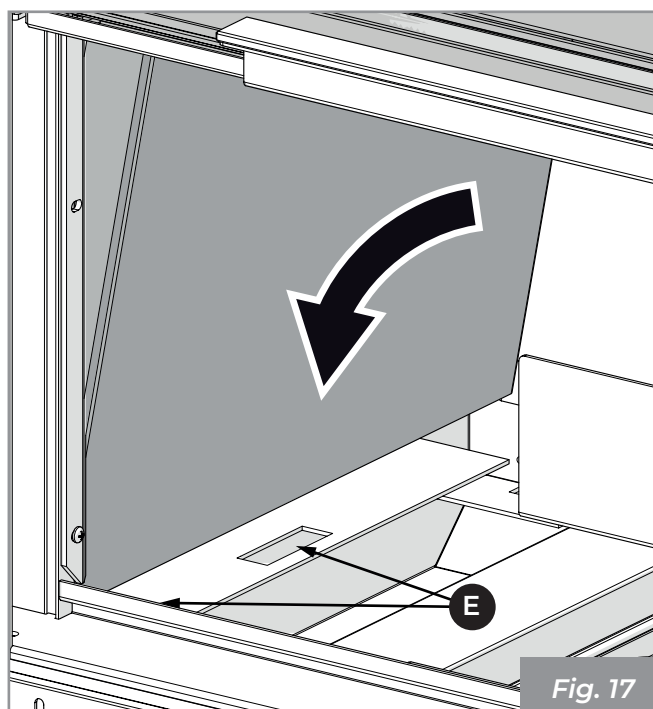

Fig. 17
- 3) Positionner le panneau réfractaire latéral en ayant soin de l'insérer dans les trous (E) (Fig. 17).